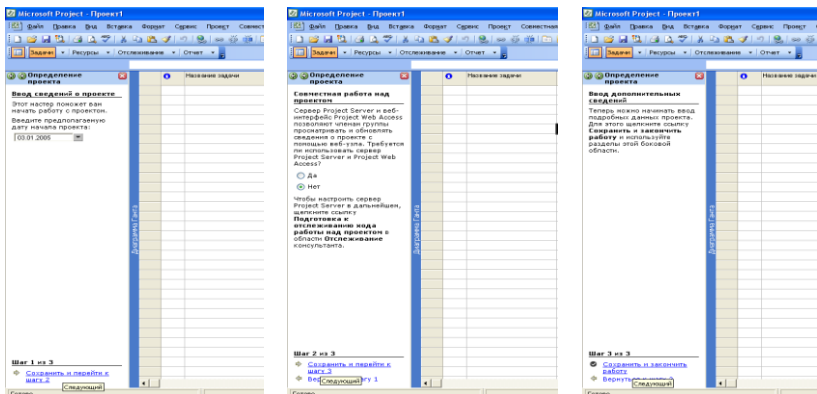

Рис. 86. Створення проекту за допомогою *Консультант*
6. При роботі в *Project Professional* з'явиться додаткові панелі, які відносяться до *Project Server*. Клацнути на варіанті *No*, далі клацнути на зв'язку *Сохранить и закончить работу* (рис. 86).